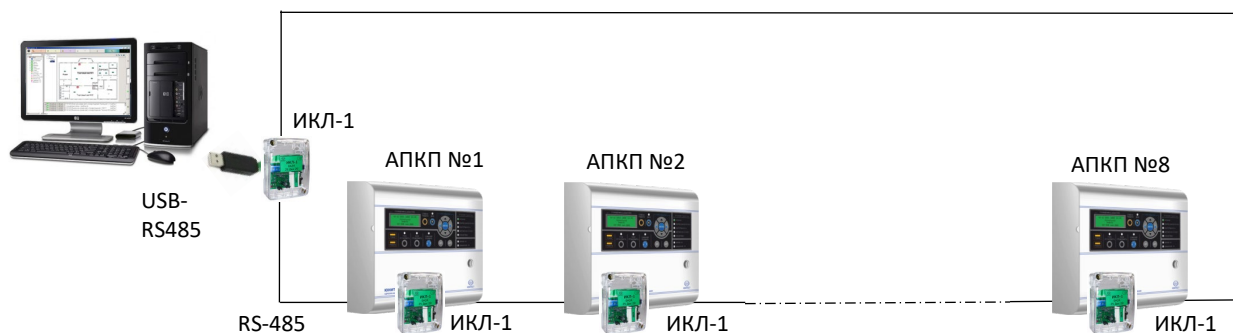

Рис. 5. Объединение в сеть до 8 АПКП. Возможность подключения компьютера.
3.3.1. Для автоматического управления устройствами пожарной автоматики, общими для нескольких АПКП, например, общими вентиляторами или насосной станцией, для объединения АПКП в сеть достаточно соединить их выходы RS-485, предназначенные для подключения к ПК, через изоляторы ИКЛ-1 к кольцевой линии межприборной связи, как показано на рис.5, и организовать логические связи между АПКП. Для этого в памяти АПКП создают таблицу межприборных связей (ТМС) с помощью ПО «Конфигуратор» (см. Руководство по программированию ЮНИТ.182.00.00 РП v.1.57). ТМС позволяет генерировать в АПКП заданное событие в ответ на возникновение определенного события в другом АПКП.